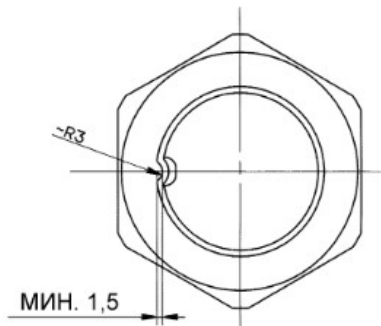

Рис. 6.21. Фиксация стопорной гайки
8. Выполнить протяжку гаек рулевых наконечников с моментом $6..8 \text{ кгс*м}$ и гайки крепления сошки с моментом $31,6...33,7 \text{ кгс*м}$. Закернить стопорную гайку, как показано на Рис. 6.21.